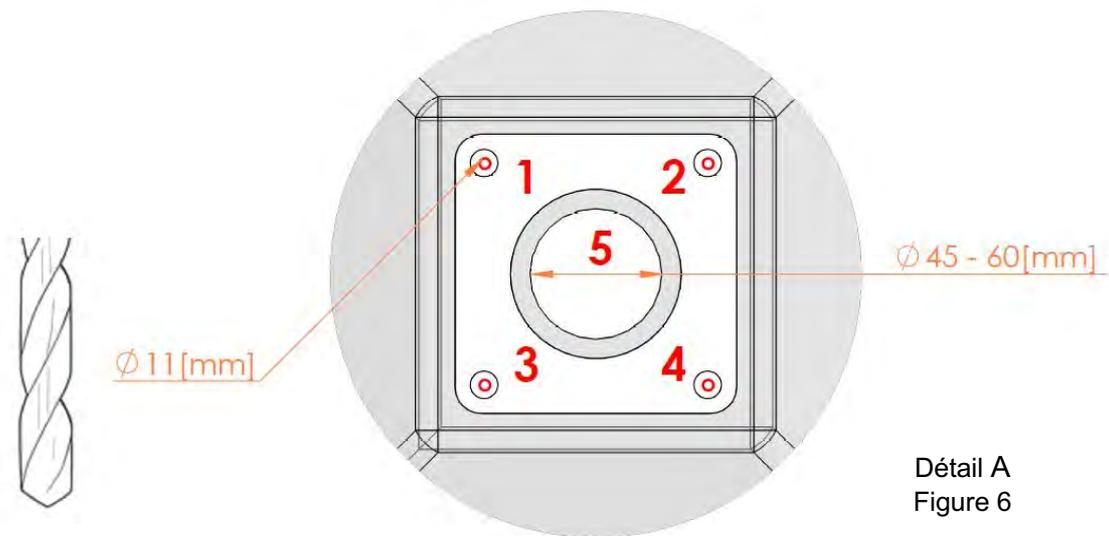

Figure 8
1. Percez la coupole en suivant les diamètres indiqués à la figure 8 ;
Il est indispensable de percer le trou central n° 5 (figure 8) en respectant exactement la plage de mesures indiquée.